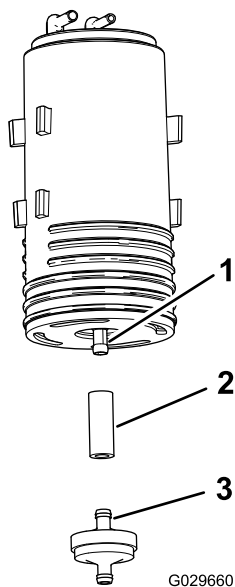

Рисунок 48
4. Снимите фильтр адсорбера и короткий отрезок шланга с нижнего штуцера старого адсорбера (Рисунок 48).
5. Подсоедините шланг к нижнему штуцеру нового адсорбера (Рисунок 48).
6. Вставьте штуцер нового адсорбера в шланг (Рисунок 48).